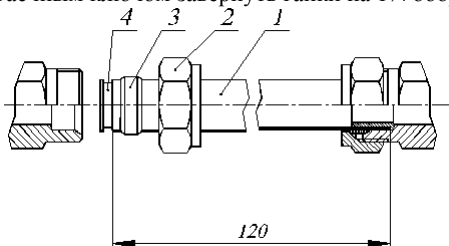

Рис.4. Соединение нагревательных элементов конвектора.
- 5.3 При помощи медных труб и обжимных фитингов из комплекта монтажных частей, соединить нагревательные элементы секций (рис.4). Для этого необходимо через отверстие в корпусе вставить трубки в патрубки нагревательных элементов, закрутить гайки рукой до упора, после этого гаечным ключом завернуть гайки на $1\frac{1}{4}$ оборота